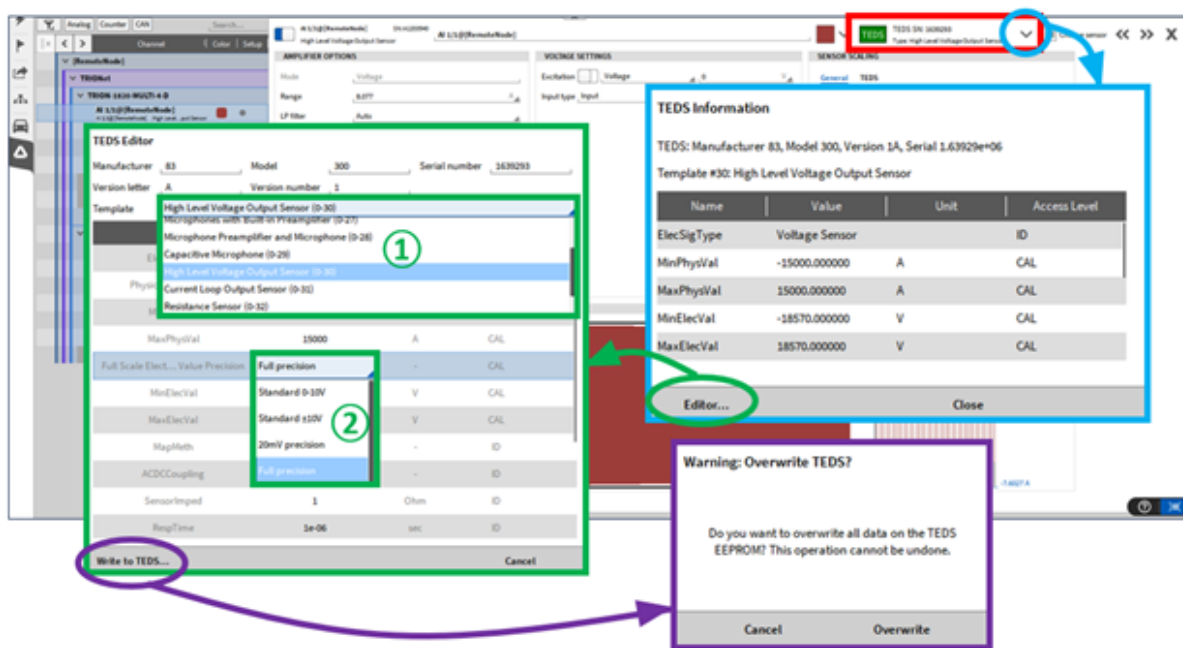

Abb. 7.205: Detaillierte Kanaleinstellungen mit TEDS-Schnittstelle und TEDS-Editor
Eine detaillierte Kanaleinstellung ist in Abb. 7.205 zu sehen. Je nach Sensortyp können einige Einstellungen variieren. Die Einstellungen des TEDS sind hier zu sehen und einige Einstellungen können manuell eingestellt werden, wie der Bereich. Durch Anklicken der angezeigten TEDS-Seriennummer, die in Abb. 7.205 rot markiert ist, sind alle TEDS-Informationen und Einstellungen zu sehen (siehe blauer Rahmen in Abb. 7.205).
Durch Anklicken von „Editor“ (siehe grüner Kreis in Abb. 7.205) kann der TEDS-Editor geöffnet werden (siehe grüner Rahmen), der die Möglichkeit bietet, die auf dem TEDS-Chip gespeicherten Daten zu bearbeiten. Es ist möglich, zwischen einer Reihe von Vorlagen zu wählen (siehe ① in Abb. 7.205) oder die auf dem TEDS-Chip gespeicherten Informationen manuell zu ändern (siehe ② in Abb. 7.205). Wenn alle Änderungen abgeschlossen sind, können die Informationen auf den TEDS-Chip geschrieben werden, indem man auf „Auf TEDS schreiben“ klickt (siehe violetter Kreis in Abb. 7.205). Es öffnet sich ein Fenster, in dem Sie bestätigen müssen, dass die Daten auf den TEDS-Chip geschrieben werden sollen.